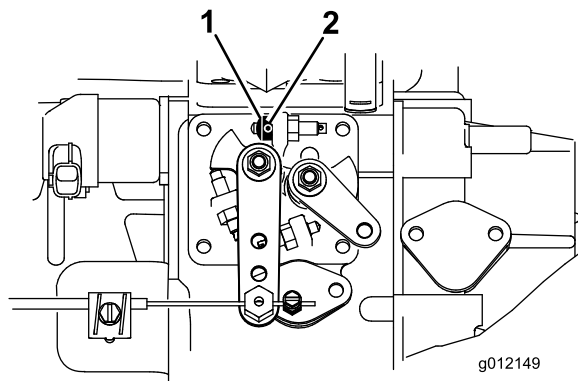

图7
1. 拧松油门限位器上的固定螺丝（图7）。
2. 将油门限位器滑动至高怠速止动螺丝（图7）。油门限位器的倒角端朝向外面。